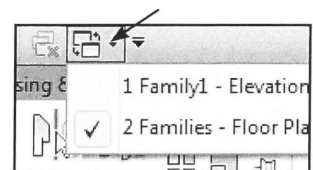

Fig. 06.32. Skift imellem åbne filer.
- Stå i *Stueplan* i projektet og gå tilbage til familien. Man skifter imellem åbne filer, ved at klikke på *Switch Windows* (Fig. 06.32), i toppen af skærmen.
- Tryk *Switch Windows* i toppen af skærmen og skift imellem åbne filer (Fig. 06.32).